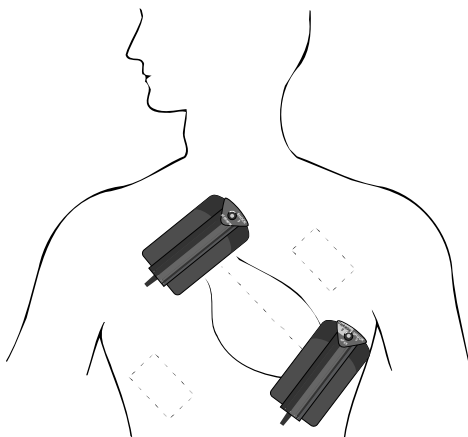

Bild 4-3. Aufsetzen der Elektroden
- Setzen Sie die Elektroden so auf, daß ein möglichst großer Teil des Impulsstromes durch das Myokard fließt. Die gedachte Verbindungslinie zwischen den beiden Elektrodenmittelpunkten sollte über der Herzmittellinie liegen (Bild 4-3).